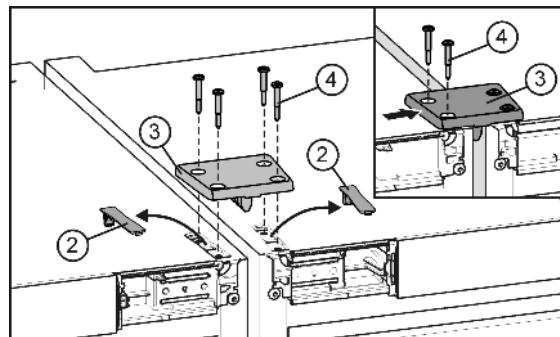

Fig. 5
- Выдвиньте из зацепления и снимите крышки Fig. 5 (2). С помощью соединительной пластины устройства автоматически выровняются по высоте. Если одно устройство находится выше другого, начните с него.
- Установите соединительную пластину Fig. 5 (3) и закрепите ее на одном устройстве с помощью двух винтов Fig. 5 (4).